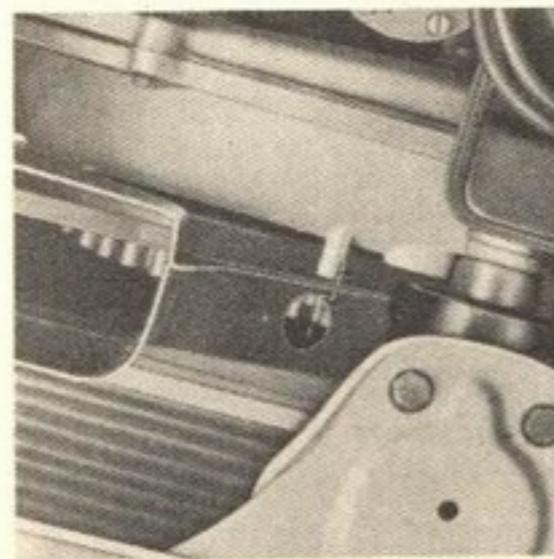

Fig. 7-V
2) — Gira-se a polia pela correia até que o rotor do distribuidor esteja apontando para a terminal da vela do 1.º cilindro. Esse ponto é marcado no corpo do distribuidor para maior facilidade. Ao se girar a polia, observa-se sua marcação. A segunda marca no sentido da rotação (segunda da direita para a esquerda), correspondente a 10° deve-se alinhar com a face direita do pino de referência da carcaça, olhando-se de cima. (Fig. 7-V).
- 2 — Alinha-se a marca da polia (10°) com o lado direito do pino indicador (Fig. 7-V). O pino serve para fixação do suporte da escala.